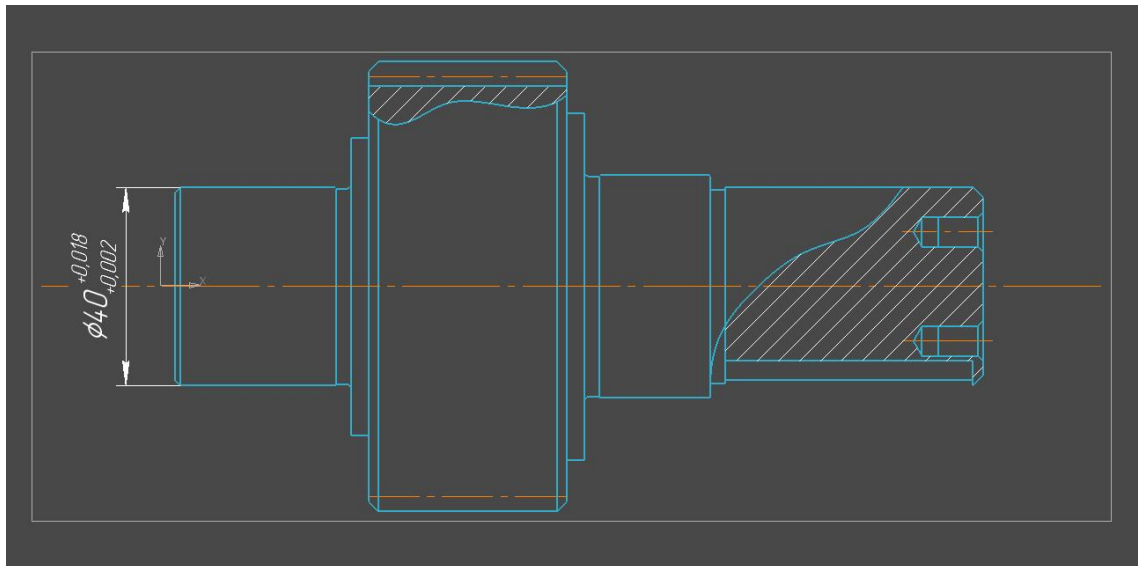

Рис. 18
- Укажите две точки для обозначения ширины или диаметра; (См. рис. 18)